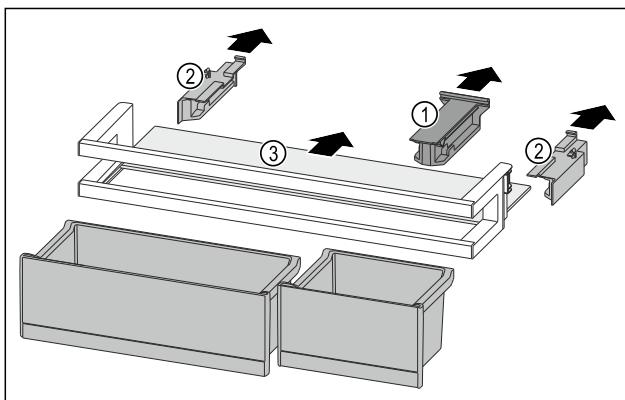

Fig. 97
- Trekk av holdedelen Fig. 97 (1).
- Trekk av sidedeler Fig. 97 (2).
- Fjern oppstillingsplassen Fig. 97 (3).